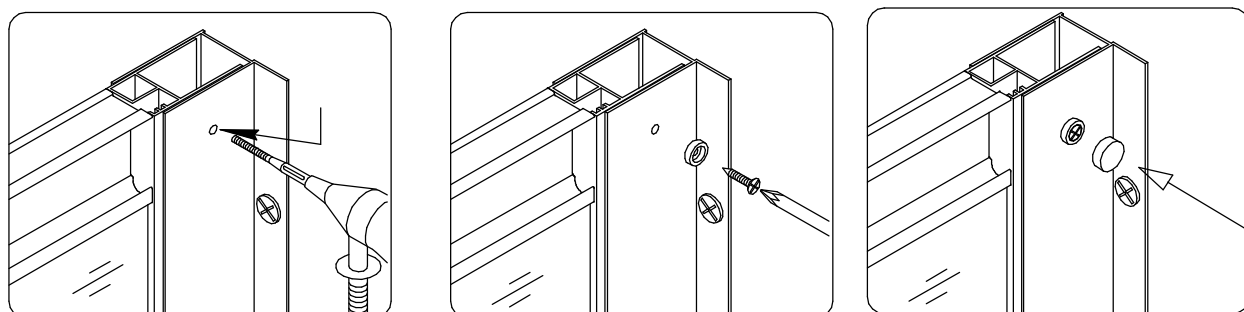

Рис.6
4. Просверлите отверстия в соответствии с отверстиями на пристенном профиле (2), и используя декоративные крышки (13) и винты с круглой головкой st4. 2×10 (11) закрутите их.. (Рис.6).